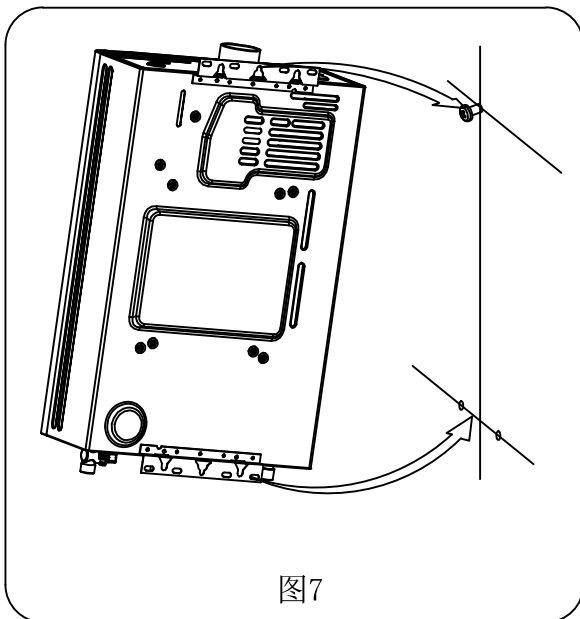

图7
- (2) 将热水器上挂架的中央缺槽挂入膨胀螺栓，旋上螺母，固定好热水器（图7）；